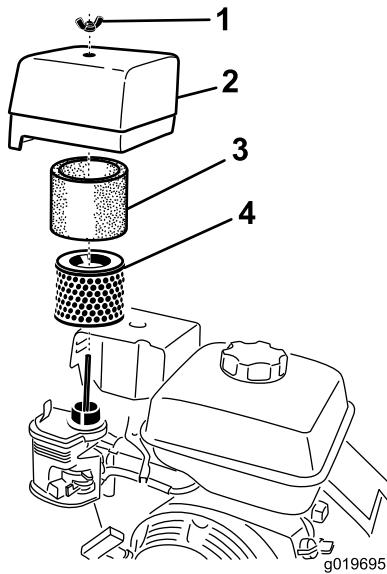

Figura 18
4. Retire la tuerca que sujeta la tapa (Figura 18).
6. Separe cuidadosamente de la base los elementos de gomaespuma y de papel (Figura 18).
7. Separe el elemento de gomaespuma del elemento de papel (Figura 18).